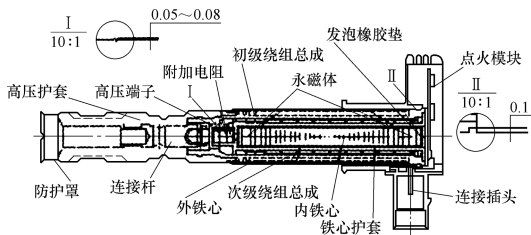

图 4-61 单缸独立点火模块结构
1) 单缸独立点火线圈的**磁路由内部的圆铁心、圆铁心两端的永磁体以及圆筒形的外铁心组成**，如图 4-61 所示。在相同的初级断电电流的条件下，铁心磁通的变化率越大，输出的电压及能量就越高。由于体积小，还要有足够的输出电压和能量，笔式线圈采用了两项措施：一是铁心采用饱和磁感应强度高的晶粒取向的硅钢片，它比无取向的硅钢片饱和磁感应强度高 10% 以上，铁损减少；另一项措施是在内铁心的两端加永磁体。永磁体磁通方向与初级电流产生的磁通方向相反。这样，施加初级电流后，产生的铁心磁场由负变为正，刚好在铁心磁化曲线正负方向不饱和的直线段，对应相同的磁场强度的变化，得到比饱和段高得多的磁通变化率，从而以较小的体积实现了较高的输出。